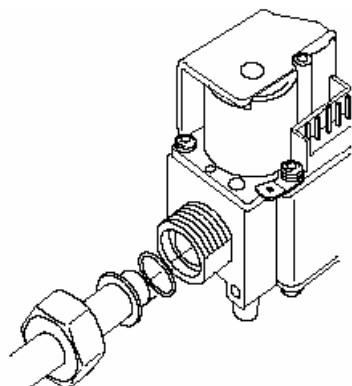

Рис. 6 Соединение с внешней резьбой с гайкой и кольцевым уплотнением
- С гайкой $\frac{3}{4}$ " и кольцевым уплотнением (смотрите рис. 6)